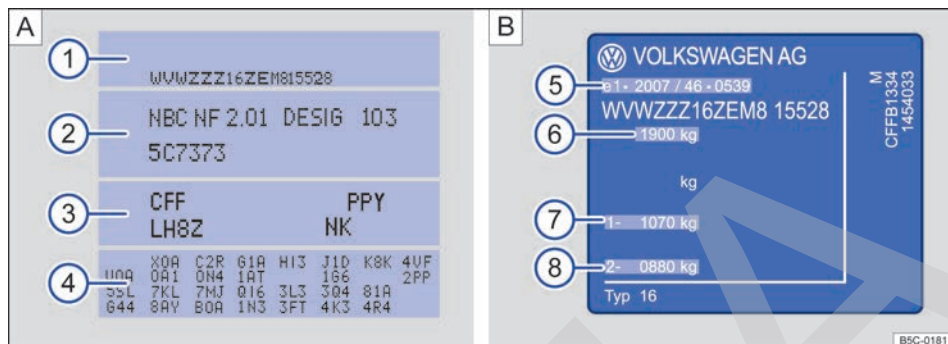

Fig. 201 **A** Portadatos del vehículo: en la figura, por ejemplo, con letras distintivas del motor CFFB **3**.
El portadatos del vehículo → fig. 201 A va pegado en el maletero, en la zona de la cavidad de la rueda de repuesto, y en él figuran los siguientes datos:
- 3** Letras distintivas del motor y del cambio, referencia de la pintura, equipamiento interior. En el ejemplo las letras distintivas del motor son "CFFB" → fig. 201.
La placa de modelo → fig. 201 B se encuentra en la parte inferior del montante de la puerta del conductor. Se ve abriendo esta puerta. Los vehículos destinados a determinados países no llevan placa de modelo.